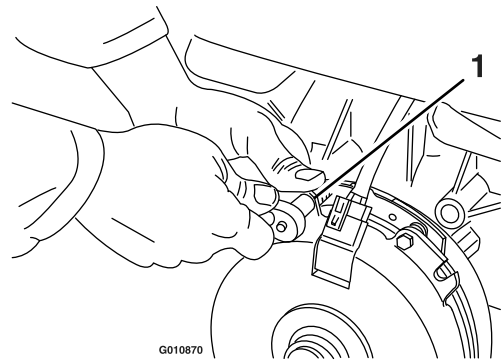

Figura 82
- A. Afloje ambos pernos de montaje del freno entre media y una vuelta, tal y como se muestra en la Figura 82.